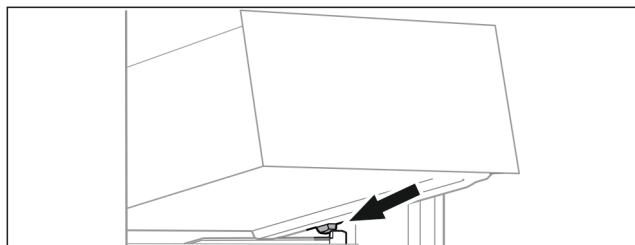

Fig. 139
- ▶ Встановити висувний ящик за стопорами на ребро для резервуару навскоси. (див. Fig. 139)